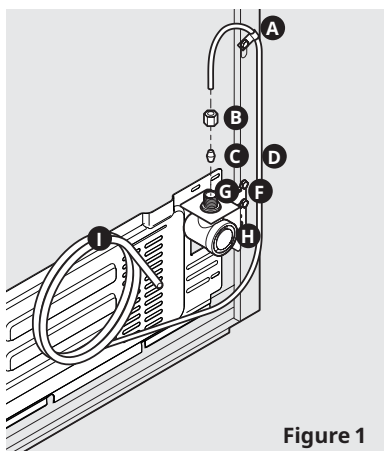
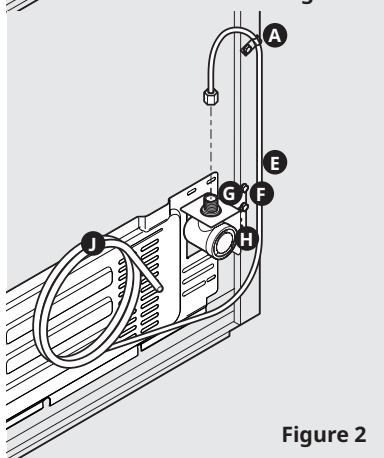

Figure 1
Figure 2
4. Si vous utilisez un tuyau en cuivre : faites glisser l'écrou de compression en laiton, puis placez la bague (raccord) sur la conduite d'alimentation en eau. Poussez le tuyau d'alimentation en eau dans l'entrée de la vanne d'alimentation en eau aussi loin que possible (6,4 mm/¼ po). Faites glisser la bague (raccord) dans l'entrée de la vanne et serrez à la main l'écrou de compression sur la vanne. Serrez un autre demi-tour avec une clé. **NE PAS trop serrer.** Consultez la figure 1. Si vous utilisez un tuyau flexible tressé en acier inoxydable, l'écrou est déjà assemblé sur le tuyau. Faites glisser l'écrou sur l'entrée de la vanne et serrez l'écrou à la main sur la vanne. Serrez un autre demi-tour avec une clé. **NE PAS trop serrer.** Consultez la figure 2.